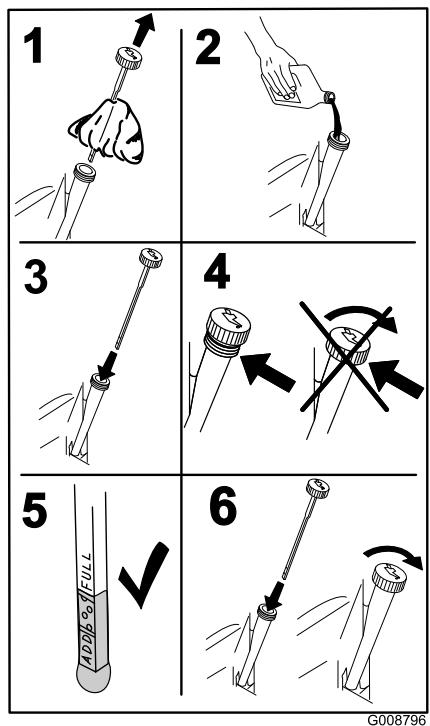

Bild 33
7. Gießen Sie langsam ungefähr 80 % der angegebenen Ölsorte in den Einfüllstutzen und füllen Sie dann vorsichtig mehr Öl ein, um den Ölstand an die **Voll**-Markierung zu bringen (Bild 33).